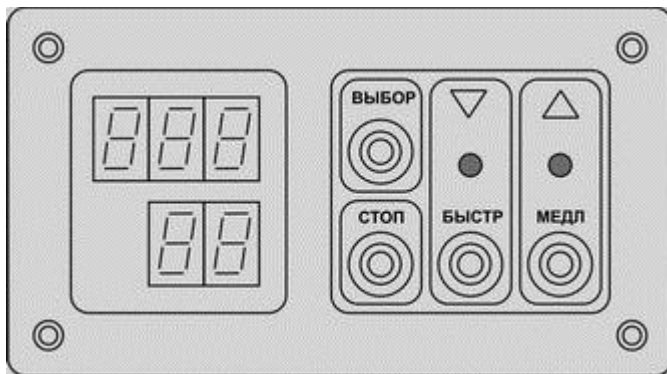

Рисунок 1 Органы индикации и управления БПР08
3.5. Перед началом работ по настройке БПР необходимо ознакомиться с органами индикации и управления БПР, расположенных на передней панели блока (рисунок 1).